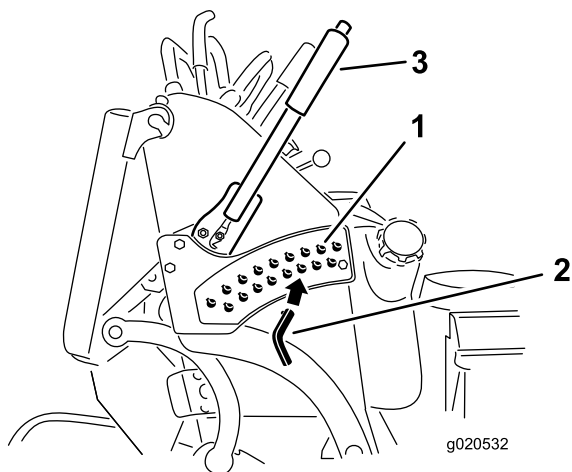

Figura 21
3. Nella staffa dell'altezza di taglio scegliete un foro corrispondente all'altezza richiesta, ed inserite il perno (Figura 21).
4. Premete il pulsante all'estremità della leva e abbassate la leva dell'altezza di taglio al livello del perno (Figura 21).